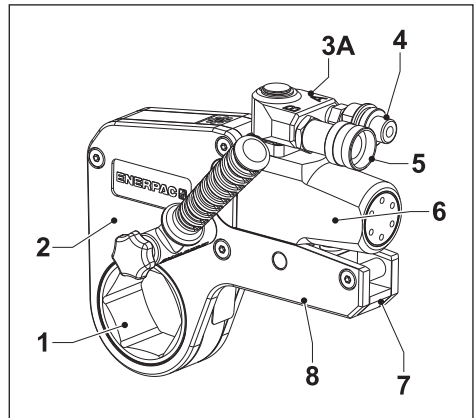

Fig. 1
3.1 Visão geral e características (fig. 1 ou 2)